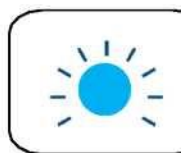

Fig.5
- El LED azul del calefactor comenzará a parpadear Fig.5